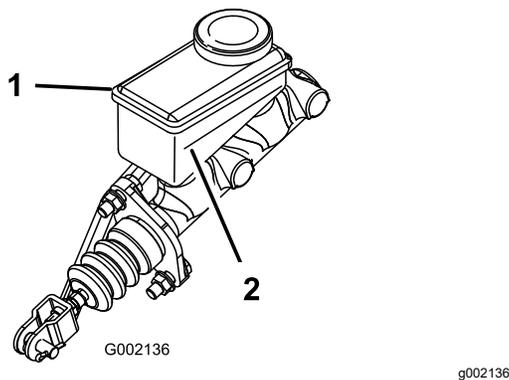

Figura 69
5. Osservate la linea del livello del fluido sul lato del serbatoio (Figura 69).
- B. Aggiungete il fluido dei freni DOT 3 al serbatoio, in modo che il livello del fluido sia superiore alla linea del minimo (Figura 69).